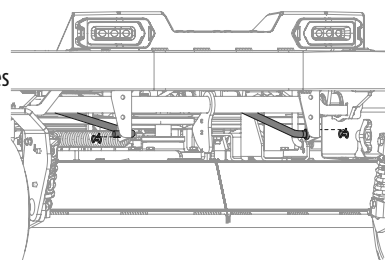

Figure 48
6. Retirez les deux goupilles fendues des tiges fixant les supports de relevage au milieu sur le devant du châssis aux supports du plateau. Tirez l'extrémité avant des tiges. Voir Figure 48.